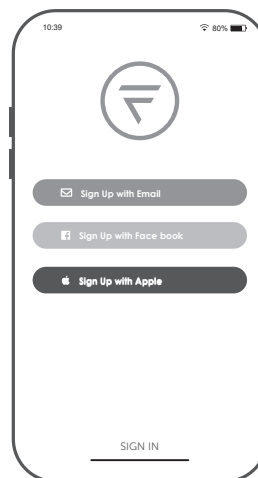

Figura 2
- ☐ **2.** Cree su cuenta utilizando una de las tres opciones enumeradas. (Figura 2)